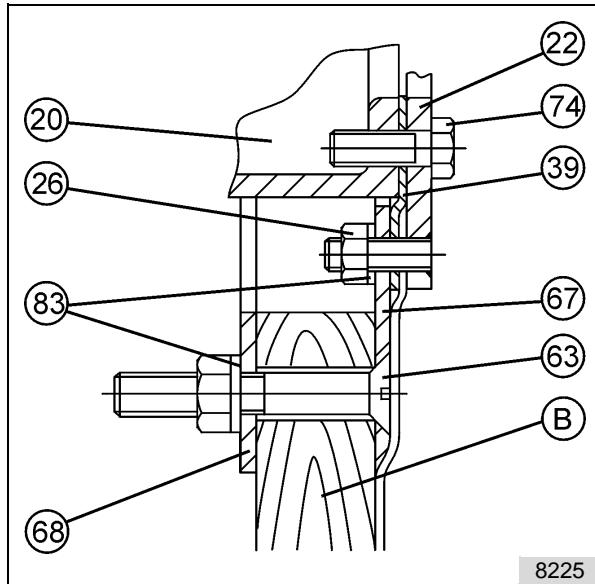

Fig. 18: Detalle de la Fig. 17
| N | Detalle en la Fig. 18 |
Montar el anillo de retención (67) con la arandela (68) en la pared de la piscina. Colocar la lámina. Fijar la lámina y la empaquetadura plana (39) conjuntamente con el anillo de apriete (22) y luego cortar la lámina correspondientemente. Montar el conjunto de montaje (92) en el anillo de apriete (22) con los tornillos (74). Vea también detalle "N" en Fig.18.